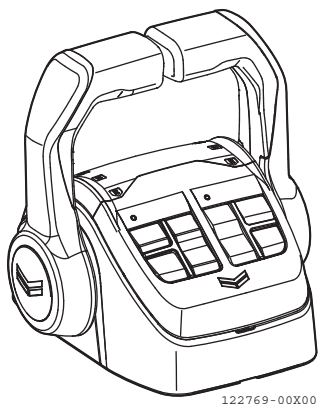
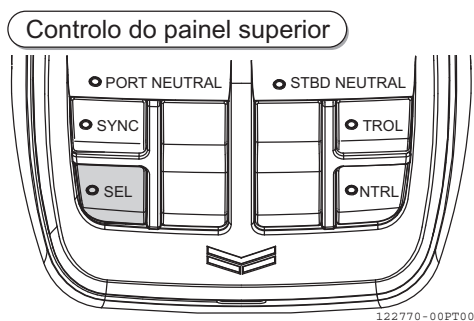

Figura 36
Figura 37
- A lâmpada do painel de interruptores surgirá e a lâmpada da cabeça de controlo (**Figura 36**) SEL (**Figura 37**) surgirá ou ficará intermitente.